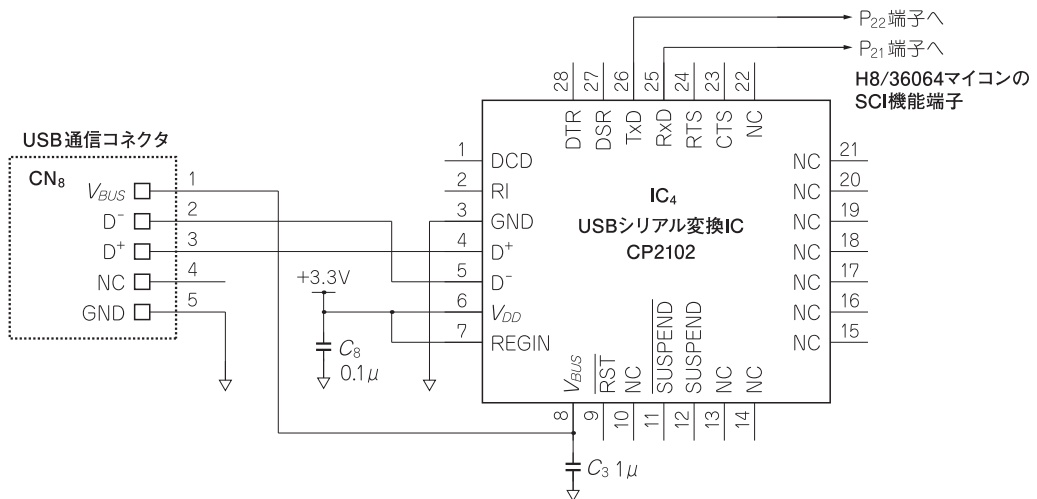

図1-13 外付け部品はほとんど必要ない、USBシリアル変換IC（CP2102）周辺の回路構成
**見本** マイコン・ボードに搭載されているCP2102は、米国のシリコンラボラトリ社（Silicon Laboratories）のUSBシリアル変換ICです。図1-13に、USBシリアル変換IC（CP2102）周辺